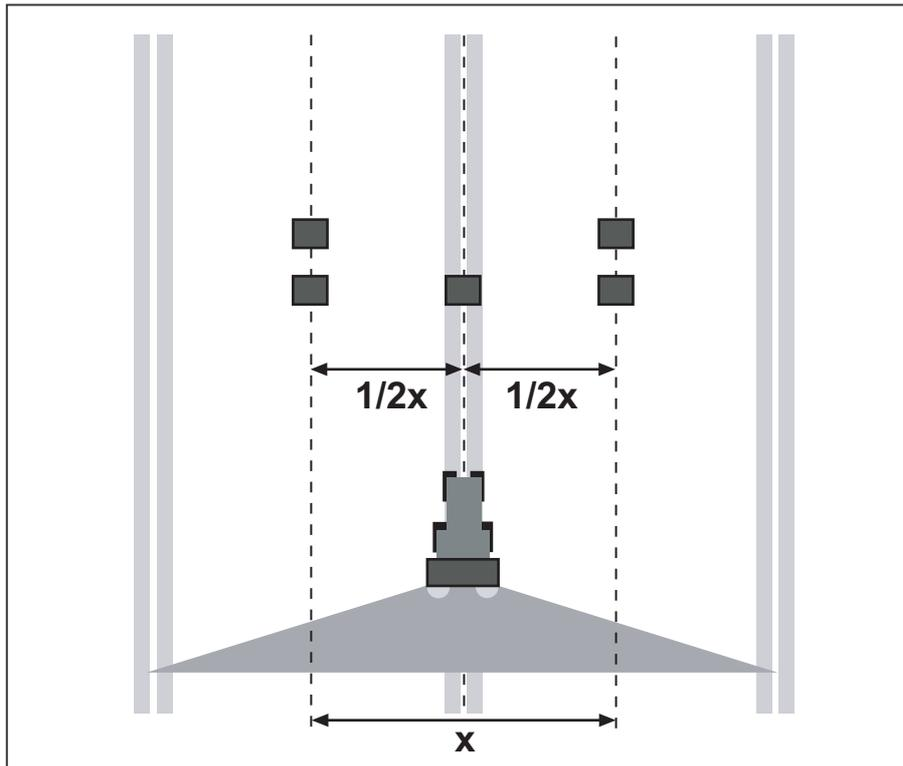

Bild 8.26: Aufstellung für eine Überfahrt
- Je zwei Auffangschalen im Abstand von **1 m** hintereinander in den Überlappungszonen (zwischen den Fahrgassen) und eine Auffangschale in der Fahrspur aufstellen (entsprechend Bild 8.26).